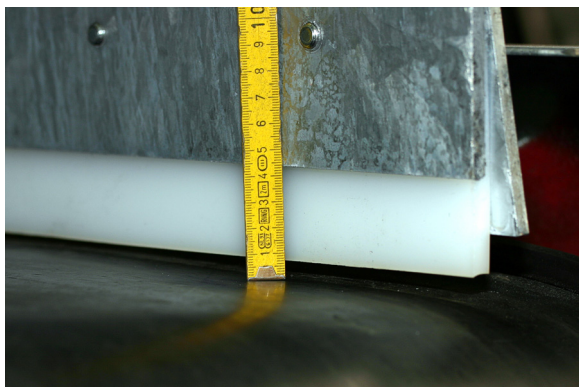

Abb. 7
- Der Verschleiß der Dichtleisten ist zu beobachten und bei Bedarf sind diese nachzustellen bzw. zu wechseln. Zur optimalen Einstellung ist die Distanz Dichtleiste – Fördergurt auf ca. $0,4 \times \text{min. Korndurchmesser}$ einzustellen, max. jedoch 6 mm (Abb. 7).